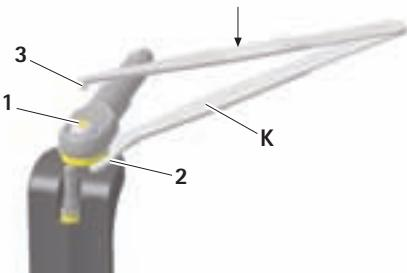

Fig. 5
- Empurrar a boca 2 da pinça K por debaixo do acoplamento e pressionar com o pino da pinça 3 sobre o perno 1 da lâmina D, ver Fig. 5.